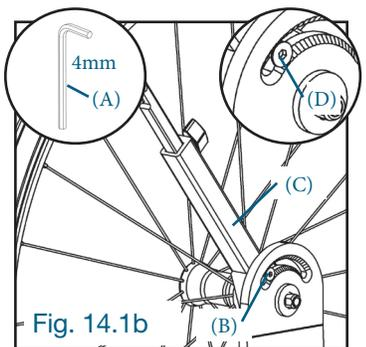

Fig. 14.1b
Ajustement de la position du bloqueur de roue latérale (Fig. 14.1b)
Desserrer légèrement la vis de blocage (A) puis pivoter le bras (B) vers l'arrière de l'appareil, jusqu'à la position désirée. Resserrer fermement la vis de blocage (A). Assurez-vous que la vis de blocage (A) soit bien positionnée dans un trou (C) préétabli avant de serrer. Répéter ces étapes pour le bloqueur de l'autre côté. (Fig. 14.1b)